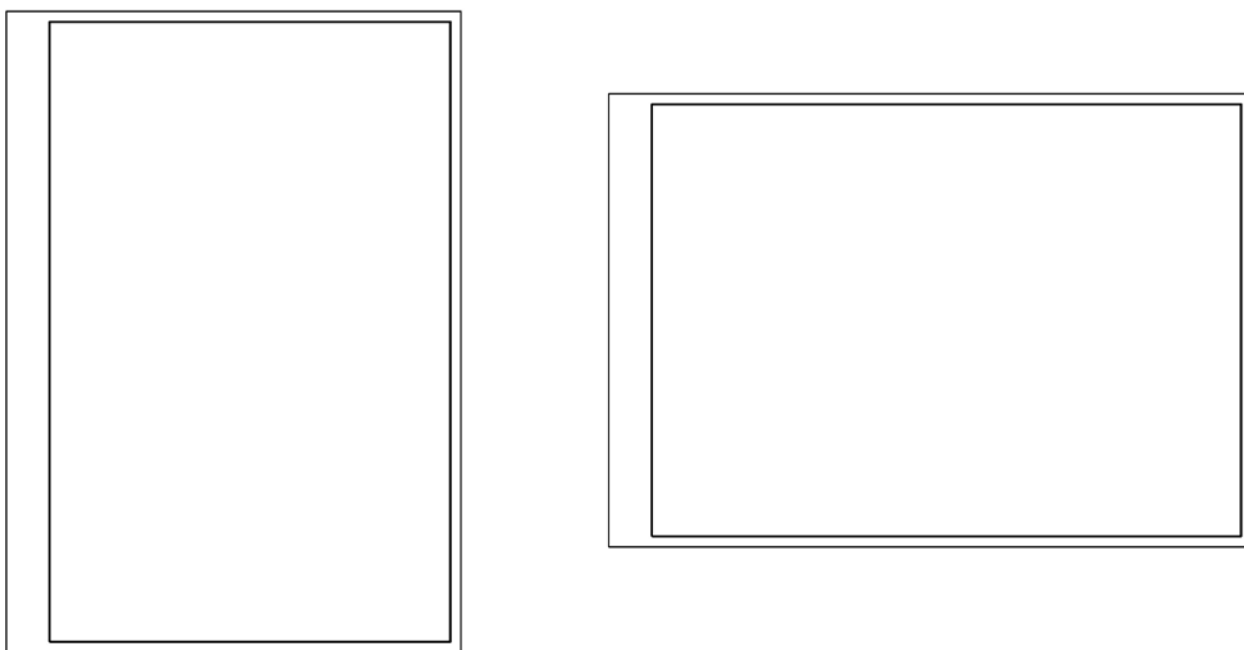

Рис. 1. Загальний вигляд зовнішньої рамки та внутрішньої рамок на кресленні.
2. Формат листа на кресленні визначається розміром зовнішньої рамки, що виконується тонкою лінією (рис. 1). Внутрішня рамка створюється за допомогою суцільної основної лінії на відстані 20 мм від лівої сторони зовнішньої рамки і на відстані 5 мм від решти сторін.